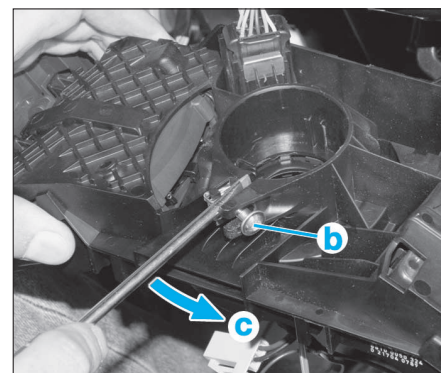

FIG. 39
- desserrer la vis (b) fixant le contacteur tournant (Fig.39),